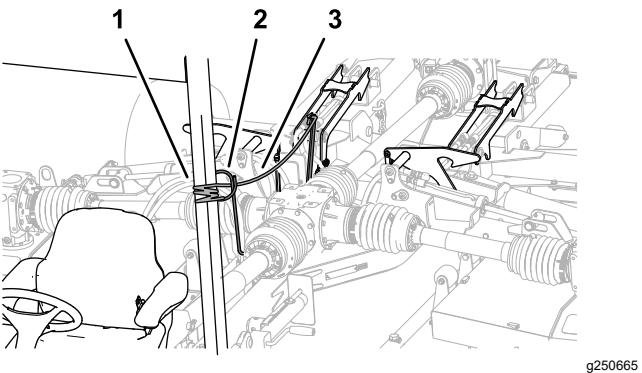

Figura 34
1. Enrute la cuerda de bloqueo de las carcásas desde la guía de manguera hacia el asiento del operador (Figura 34).
- 2. Amarre la cuerda a un componente fijo del chasis del vehículo de remolque, como por ejemplo el tubo del ROPS (**Figura 34**).